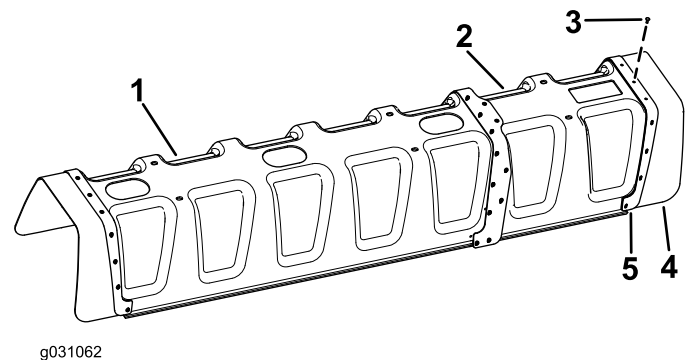

図 7
3. ポップリベット3/16 x 1/2 インチ11本とワッシャ3/16 インチで、ゴムカバーと補強プレート11ノズルカバーからのものを12ノズルカバーに取り付ける 図 7。